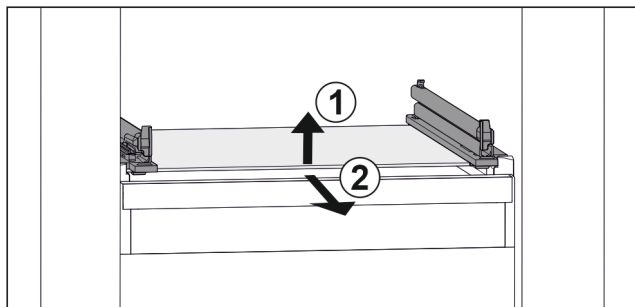

Fig. 160 Exempel på glashylla
- Lyft glashylla framtill. Fig. 160 (1)
- Ta ut glashylla framåt. Fig. 160 (2)